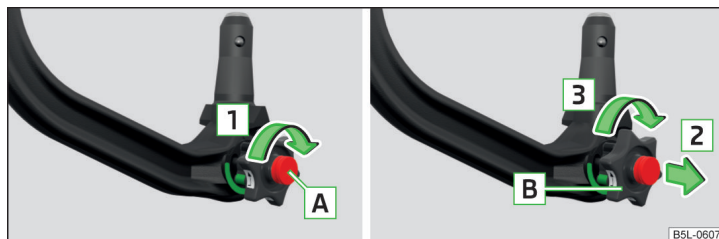

Fig. 140 Ajustar posición de reserva
► Gire la llave A en el sentido de la flecha 1 hasta el tope » fig. 140.